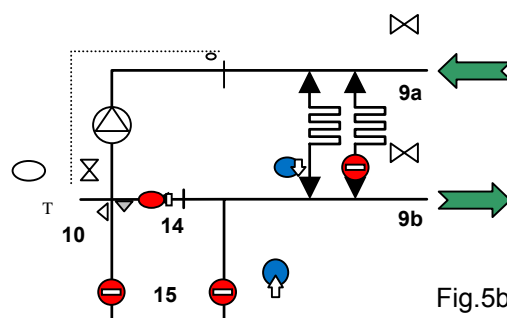

Fig.5b
Pour le remplissage et le rinçage des dispositifs de chauffage séparés, raccordez le tuyau de remplissage au tube d'alimentation (9a) et le tuyau de vidange au retour (9b) (Fig. 5b). Ouvrez le dispositif de chauffage à rincer et les robinets (9a et 9b). Rincez le dispositif de chauffage dans la direction du courant jusqu'à ce que l'air et les éventuelles particules de saleté disparaissent entièrement du dispositif. La protection de retour de courant (14) dans le mélangeur évite le court-circuit pendant le rinçage.